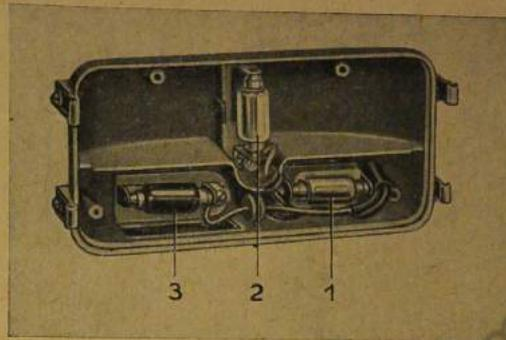

Bild 895: Glühlampen ersetzen
3. Klemmbügel auseinanderdrücken, Stablampen herausheben und ersetzen (Bild 895).